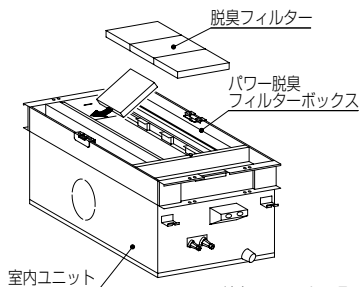
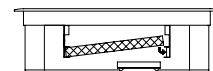

図1. 脱臭フィルター取付け図
図2. 脱臭フィルター取付け図（断面）
- 脱臭フィルターをパワー脱臭フィルターボックス（以下 フィルターボックス）に図1、図2のように取付けます。